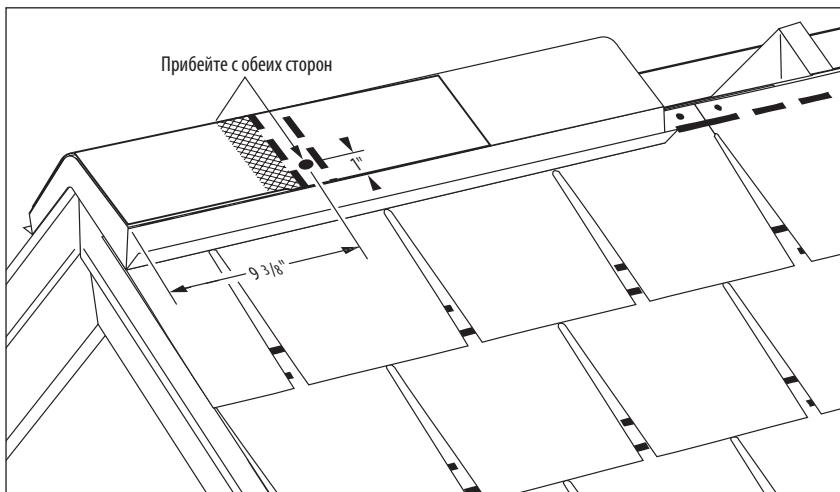

Рис. 14-18. Монтаж покрывающего гонта. Первый ряд.
Затем уложите целый кусок размером 455 мм x 305 мм на начальный кусок, согнув его по центральной линии и придав форму, необходимую для укладки на ребро или конёк, вровень с нижней и боковыми кромками начального гонта. Закрепите двумя (2) гвоздями, как показано в разделе «Крепёж» (см. Рис. 14-18 ).